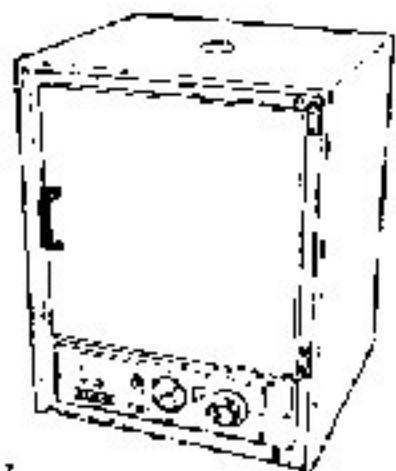

fig. 51
2. Se necessário, alinhar a biela, aquecendo-a em óleo quente. O uso de um forno elétrico a 250°C substituir, com vantagem, o processo com óleo quente (fig. 51).